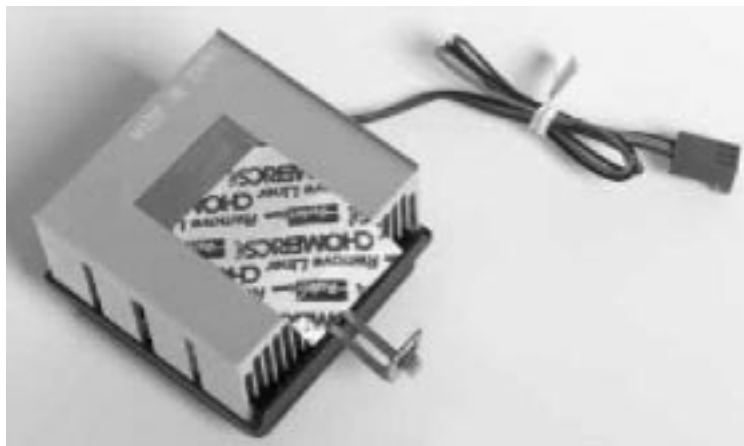

Figura 8. Parte inferior del disipador de calor de menor tamaño, con una superficie inferior plana.
8. En la figura 8 se muestra la parte inferior del disipador de calor más pequeño de la página anterior. Este disipador de calor tiene un fondo plano y su colocación sobre el procesador viene determinada por el clip de sujeción asimétrico que se emplea para sujetar el disipador de calor al procesador (en la figura 13 se muestra un ejemplo de clip asimétrico).